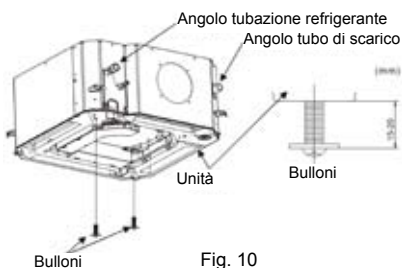
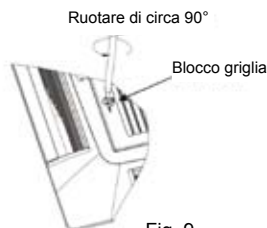

Fig. 10
Fig. 9
- Con la griglia completamente aperta, rimuoverla tirando nella direzione illustrata nella Fig. 9.
(2) Installazione temporanea del pannello
- Installare due bulloni (tra gli accessori) nell'unità principale (angolo del lato tubazione refrigerante e angolo opposto). Il dettaglio è illustrato nella Fig. 10. Avere cura di lasciare 15-20 mm di bullone non avvitato per poter appendere il pannello facilmente.
(3) Cablaggio del pannello